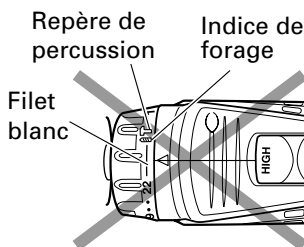

Fig. 10
- Ne pas utiliser avec le nombre "22" sur le capot et le filet blanc au milieu de l'indice de forage pour éviter tout dommage. (Voir Fig. 10)